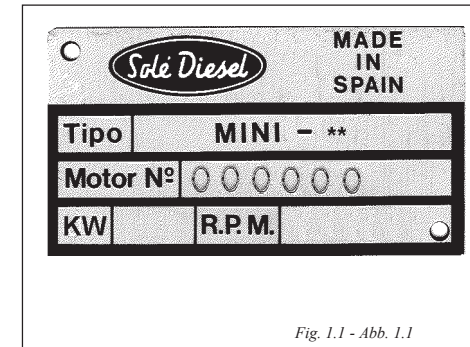

Fig. 1.1 - Abb. 1.1
- Motorens navneplade ( se fig. 1.1 )
-Motorns märkplåt visar identifieringsdata (se bild 1.1)
- Kennschild auf dem Motor mit allen Angaben zur Motorkennzeichnung (siehe Abb. 1.1)